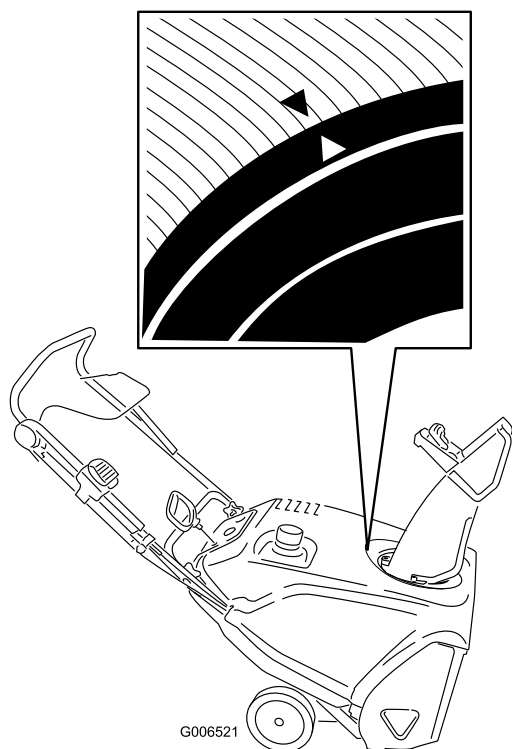

Figure 41
- Tournez le déflecteur en avant, en alignant la flèche située à l'arrière sur celle située sur le carénage (Figure 41).